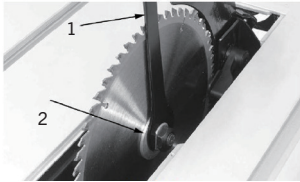
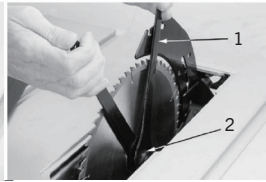
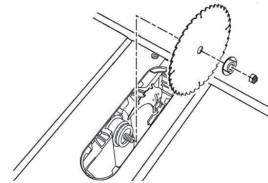

FIG. 21
FIG. 22
FIG. 23
3. Placez l'extrémité ouverte de l'une des clés de réglage (1) (Fig. 21) sur la partie plate de la bride extérieure (2) pour empêcher la rotation de l'arbre et de la lame.
4. Ensuite, placez la clé de réglage (1) (Fig. 22) sur l'écrou de l'arbre (2) (Fig. 22) et tournez l'écrou dans le sens contraire des aiguilles d'une montre. Enlevez l'écrou de l'arbre et la bride extérieure (2) (Fig. 21). Reportez-vous à l'illustration de la Fig. 23.
En cas de perte du poussoir, la figure 22 illustre les dimensions nécessaires à sa fabrication. Il est recommandé d'utiliser du contreplaqué ou du bois massif de bonne qualité, de 1,27 cm (1/2 po) ou 1,9 cm (3/4 po) d'épaisseur.